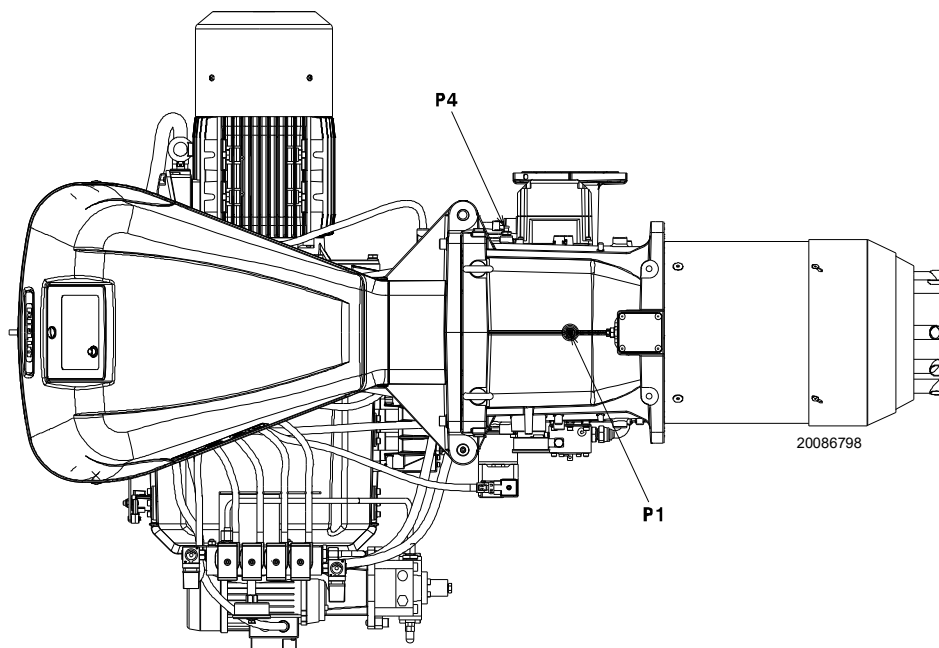

Рис. 26
Тиск газу, виміряний в контрольній точці P1)(Рис. 26), за таких умов:
- відняти тиск у камері згоряння від тиску газу, виміряного в контрольній точці P1) (Рис. 26 на сторінці 29).
(Рис. 26 на сторінці 29)
Для розрахунку необхідного тиску газу в контрольній точці P1) (Рис. 26 на сторінці 29) установіть МАКСИМАЛЬНУ потужність, необхідну для роботи пальника:
- Праворуч (стовпчик 1) наведено тиск у контрольній точці P1) (Рис. 26 на сторінці 29).
Тиск, необхідний у контрольній точці P1)(Рис. 26).